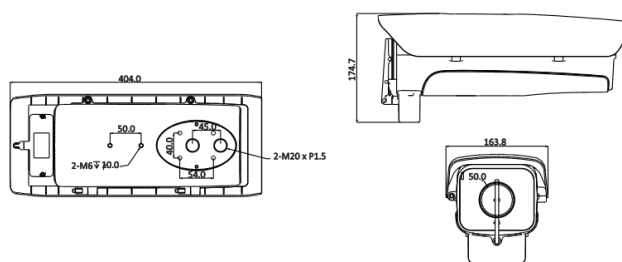

Рисунок 5.1
5.2 Выберите место крепления термокожуха с учетом габаритных размеров (рис.5.1) и удобства работы с монтажным инструментом.